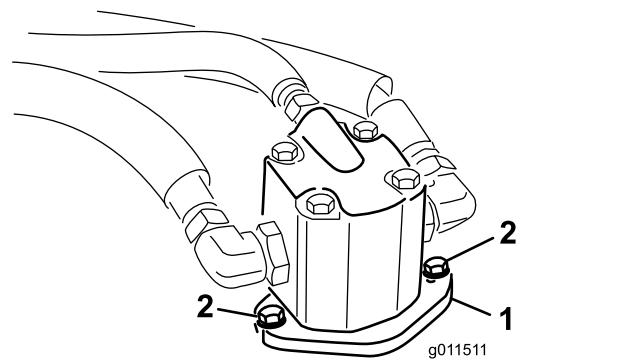

Figura 77
- Retire los pernos que sujetan el motor hidráulico a la unidad de corte (Figura 77).